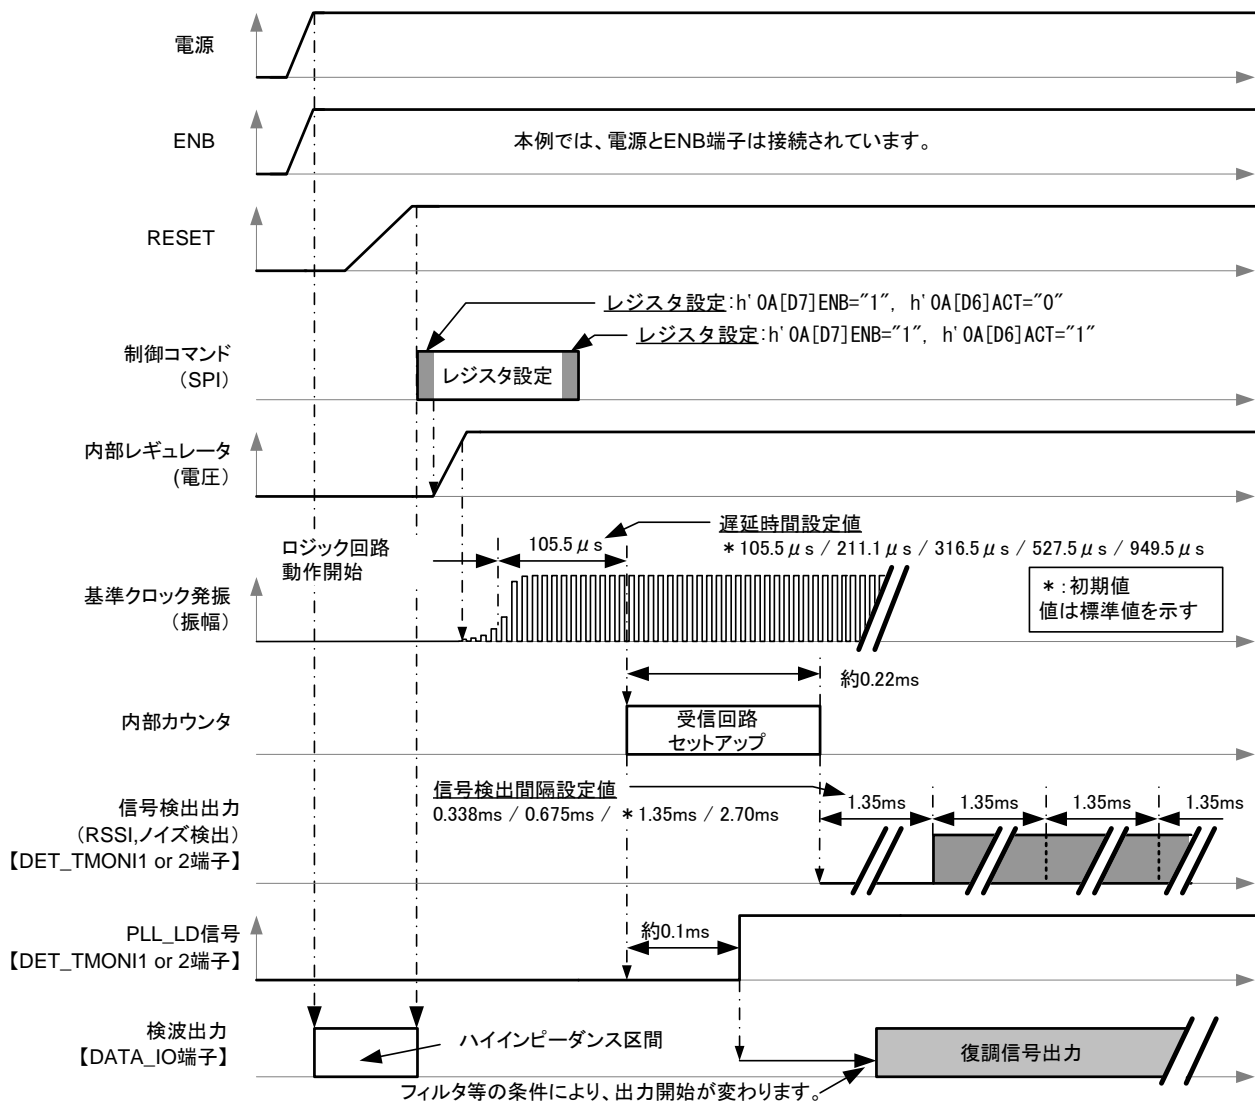

図 6-29 タイミングチャート例(SPI 制御設定受信モード)
バッテリーセーブ～スタンバイ状態から受信動作状態に遷移した場合の例を図 6-29 に示します。
- ・ 起動時間の短縮のために、スタンバイ状態を経由せずに動作状態への移行も可能です。この方法では、ENB 端子="H", h'0A[D7]ENB="1", h'0A[D6]ACT="1", とした上で他のレジスタを設定します。ただしこの方法の場合、レジスタ設定と IC の内部セットアップが重なると誤動作する場合があります。これを避けるには、SPI の通信速度を十分に速くするか、あるいは図 6-29 の方法を選択してください。